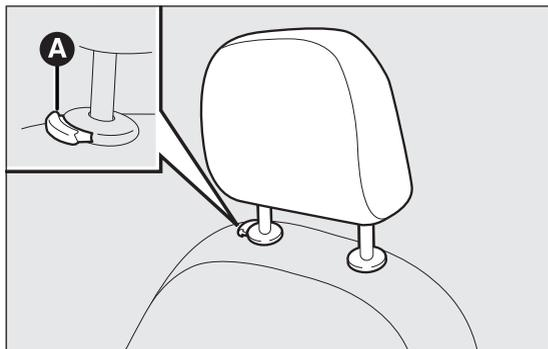

fig. 22
Sono regolabili in altezza e si bloccano automaticamente nella posizione desiderata fig. 22.
- Regolazione verso il basso: premere il tasto A fig. 22 ed abbassare l'appoggiatesta.